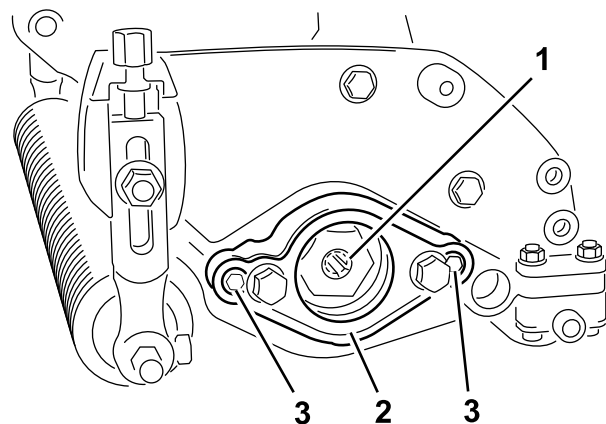

图 4
4. 拆下马达支架 (图 4)。
5. 向传动轴花键的内径涂抹润滑脂 (图 4)。